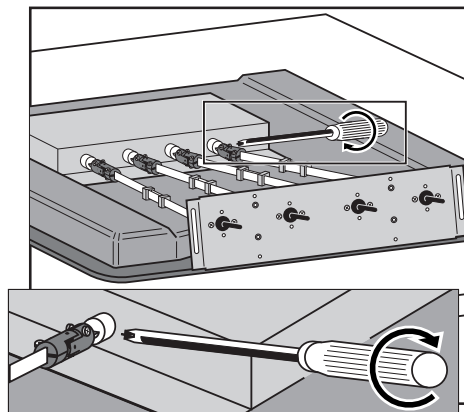

fig. 6
- Placez les raccords à cardan dans l'ordre sur les goupilles du robinet de la plaque de cuisson. Placez le raccord en biais (voir fig. 6) à environ 10 mm de la goupille et vissez-le.
- Placez les raccords à cardan sur les goupilles de robinet de la plaque de cuisson. Placez le raccord en biais à environ 10 mm de la goupille et vissez-le (voir fig. 6).